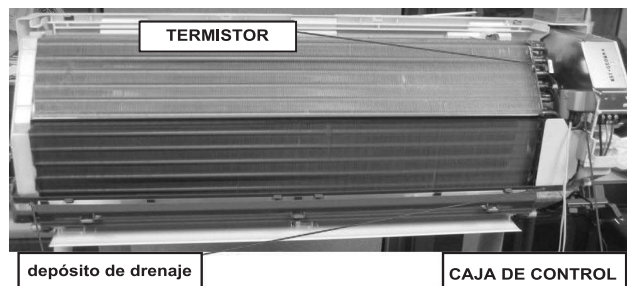

Fig 1: Mini split with cover removed
3. Quite la cubierta del frente de la unidad para ver las aletas de enfriamiento y el área del circuito de control de la unidad (fig 1). El desmontaje de la cubierta, los filtros de aire y quizá las cubiertas protectoras pueden variar según el fabricante. Consulte el manual del fabricante si es necesario desmontar.